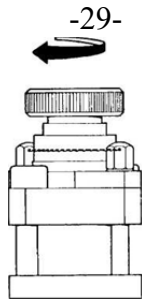

Рисунок 24
- вращать маховик с насечкой в его верхней части по часовой стрелке (рисунок 24) до срабатывания предохранительного клапана и сброса давления;